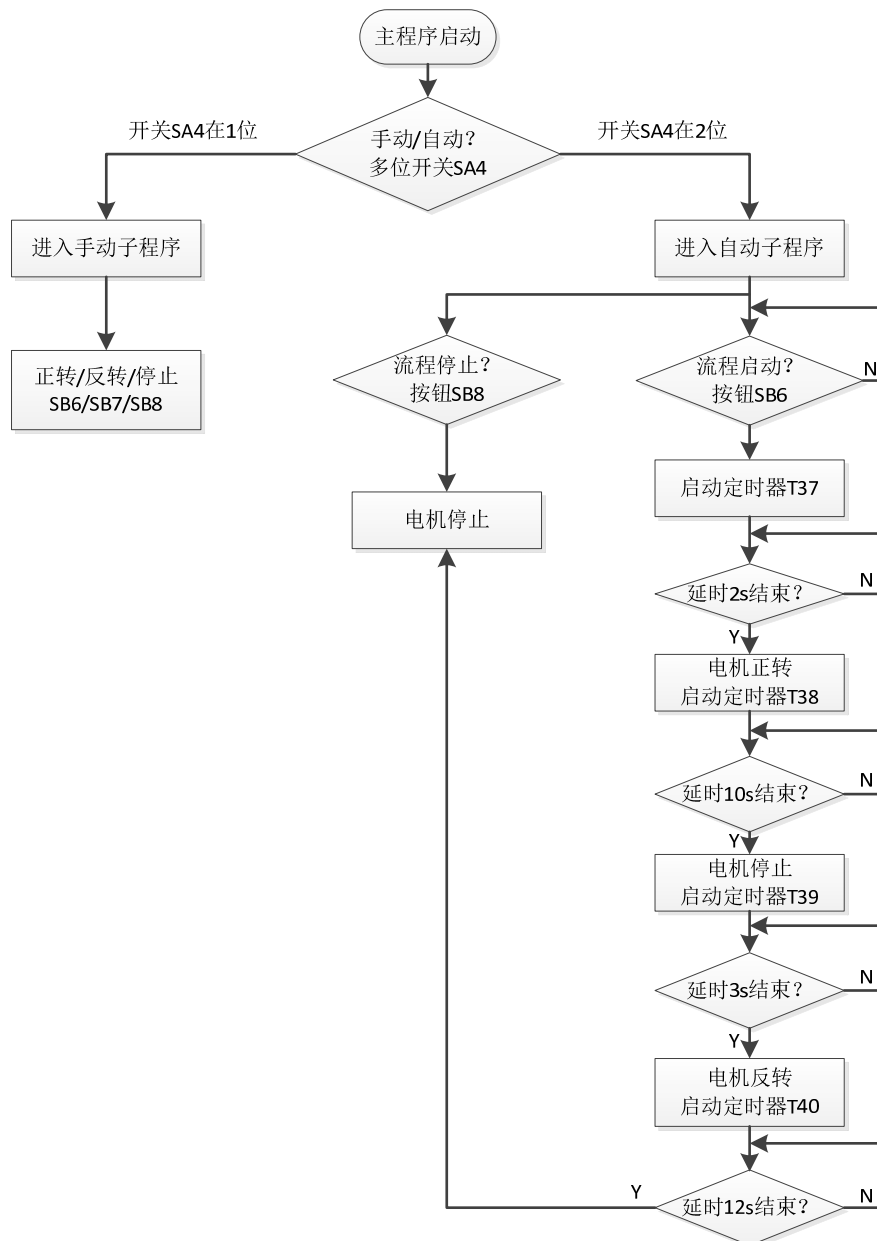
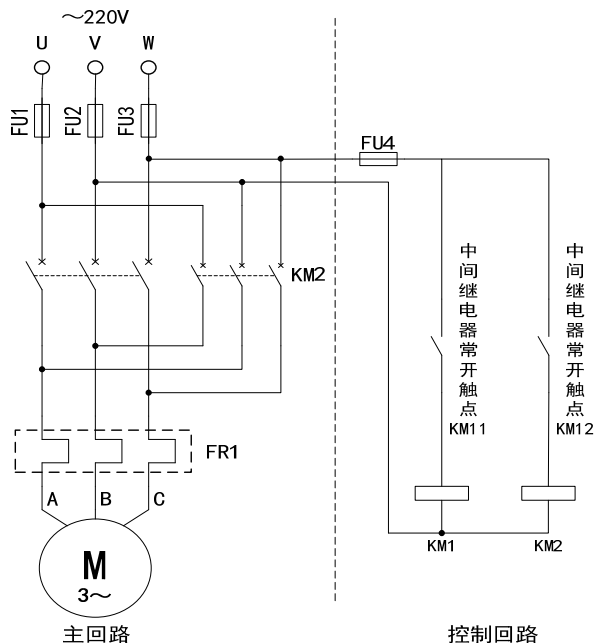

图 5-1 PLC 程序结构流程图
图 5-2 三相异步电动机电气回路原理图
本实验的PLC程序采用结构化编程模式，即主程序-子程序结构，详细的程序结构见图5-1的系统流程图。
PLC控制三相异步电动机的电气回路原理图如图5-2所示，其中主回路部分与实验四完全相同，其功能见表4-1。因为控制器不同，所以控制回路的电气元件及连接方式有所不同。
- 2、按照图 5-1 连接实验设备电气线路；按照图 5-2，连接 PLC 输入输出电气线路；